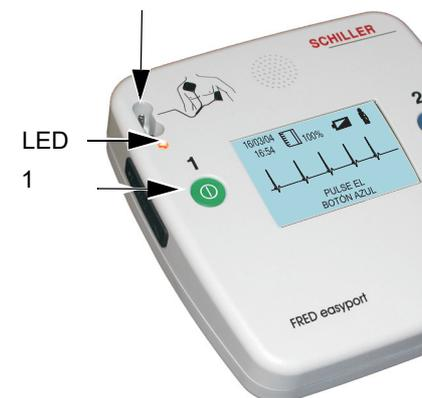

Fig. 4.5 Encienda el equipo
1. Para encender el equipo pulse el botón verde (1).
4. Conecte el cable de los electrodos al aparato (consulte la Fig. 4.5).
1. Conecte el cable de los electrodos al equipo (consulte Fig. 4.5).
2. Para encender el equipo pulse el botón verde (1).